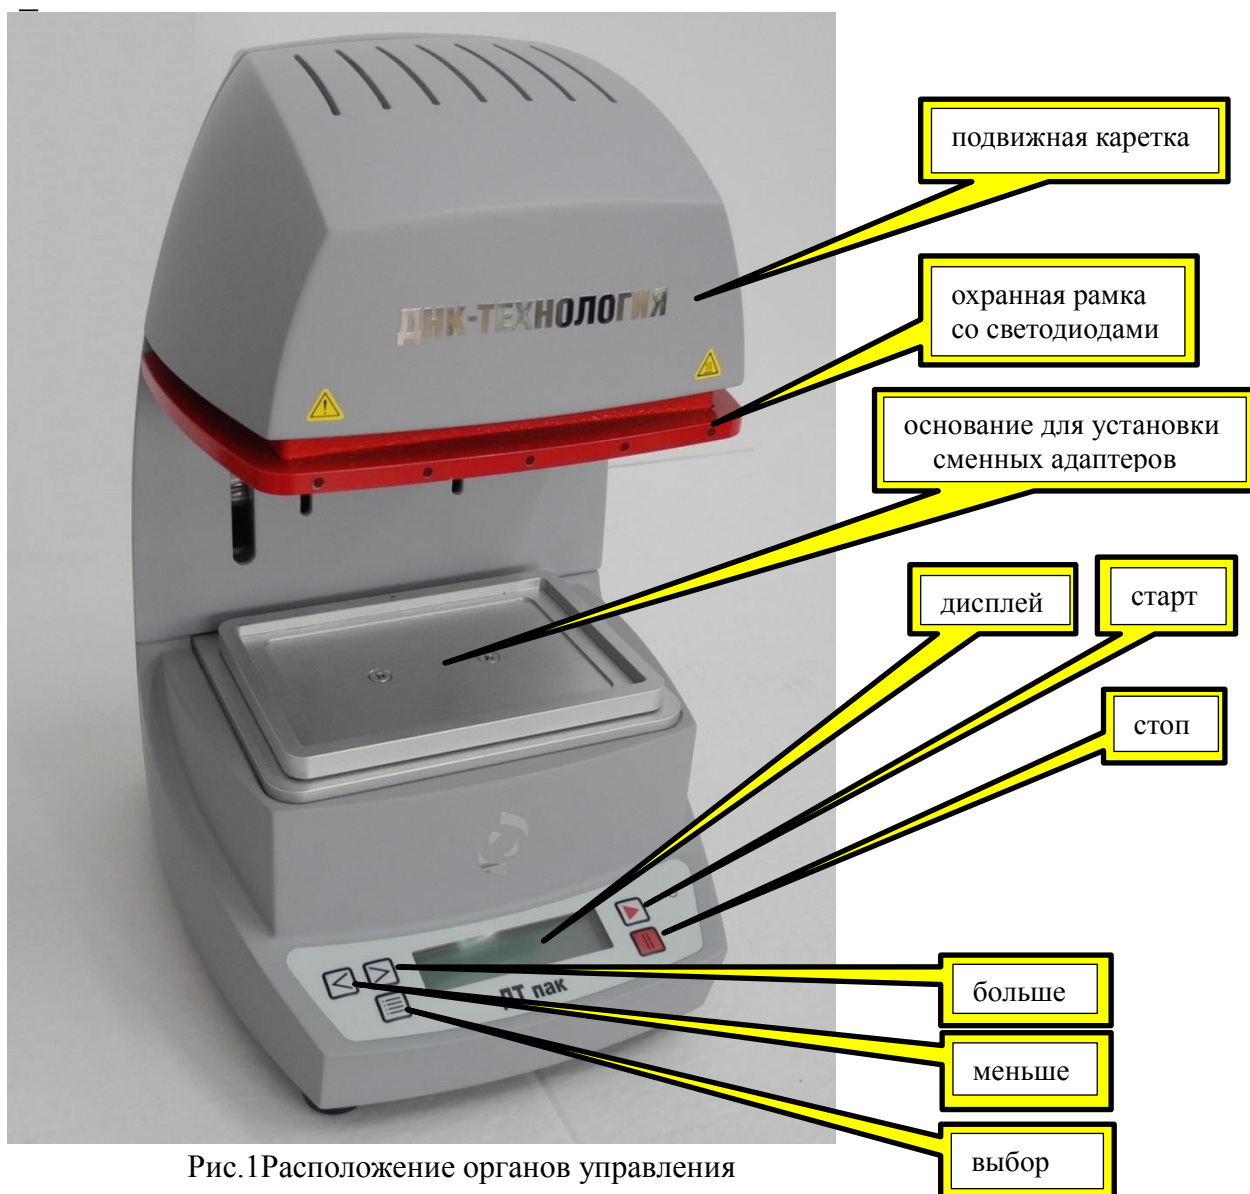

Рис. 1 Расположение органов управления
После достижения заданной температуры дальнейший процесс запечатывания выполняется по команде оператора в автоматическом цикле: перемещение подвижной каретки (см. рис.1) вниз до касания – создание заданного усилия прижима – выдержка в течение заданного времени – возврат подвижной каретки в исходное положение.
2. Нажатие кнопки  «Старт» (см.Рис.1) переводит устройство в режим нагревания изделия до заданной температуры. На дисплее появляется сообщение: